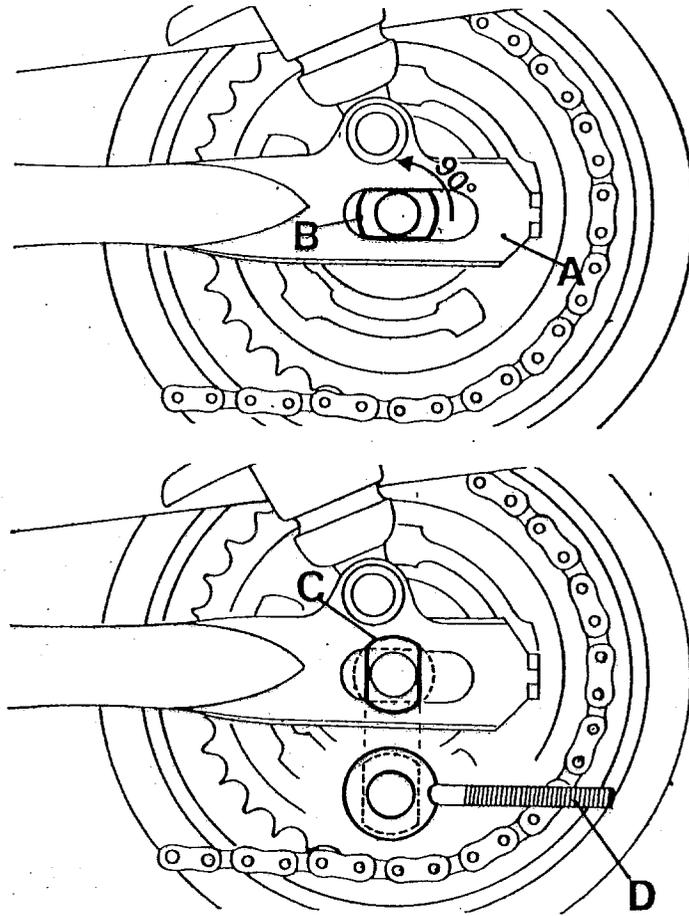

Abb.35
-in den Betätigungshebel auf der Bremsträgerplatte wird das Betätigungsgestänge eingeführt, der Einstellknopf einige Umdrehungen aufgeschraubt(D aus Abb.35);
-das Rad ist in den linken Schwinggabelarm einzuführen(A aus Abb.35), darauf achtend, daß der Bolzenkopf sich in Stellung(B aus Abb.35) befindet;
-durch Drehen um 90 Grad wird der Lochbolzen in Stellung(C aus Abb.35) gebracht;
-am linken Schwingenarm ist der linke Kettenspanner (D aus Abb.35) zu montieren, dabei ist darauf zu achten, daß der Ansatz dieses Kettenspanners sich genau an den Kopf des bereits in Stellung(C aus Abb.35) gedrehten Lochbolzens fügt;